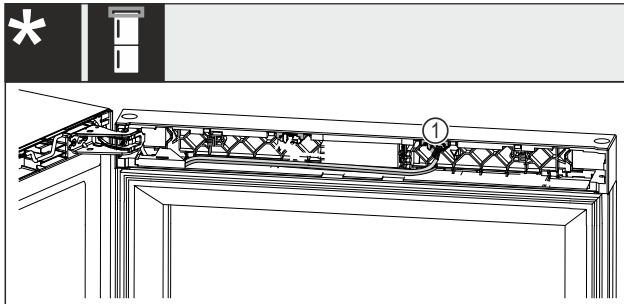

Fig. 22 Wein-Gefrier-Kombinationen*
- ▶ Stecker Fig. 22 (1) aus dem Nest herausziehen.*